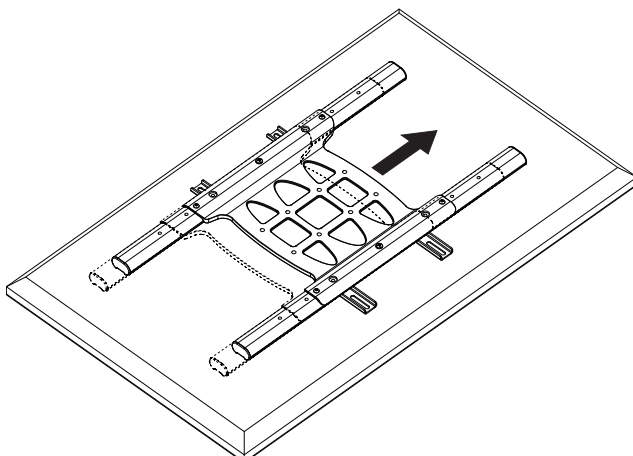
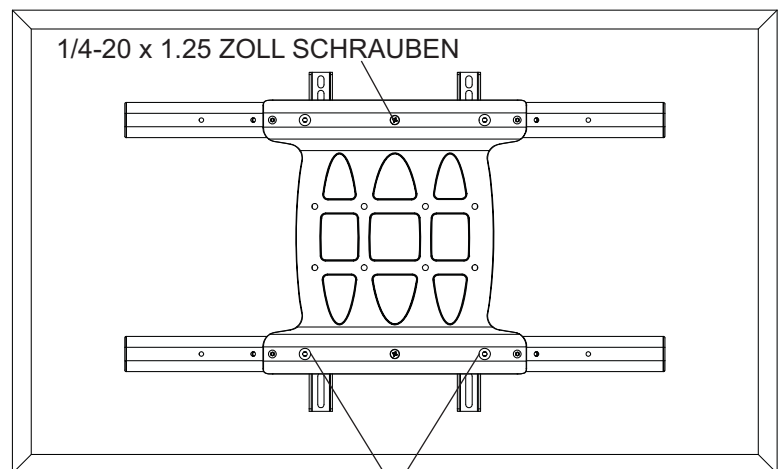

fig. 4.3
fig. 4.4
- 4-4** Zentrieren Sie die Bildschirmhalterungen horizontal auf der Bildschirmrückseite wie in Abbildung 4.3 dargestellt. Ziehen Sie die beiden 1/4-20 x 1,25 Zoll Schrauben an. Bringen Sie die vier 1/4-20 x 0,6 Zoll Schrauben wie in Abbildung 4.4 dargestellt mithilfe des 5 mm Inbusschlüssels (I) wieder in der festen Anschlagposition 1 an.